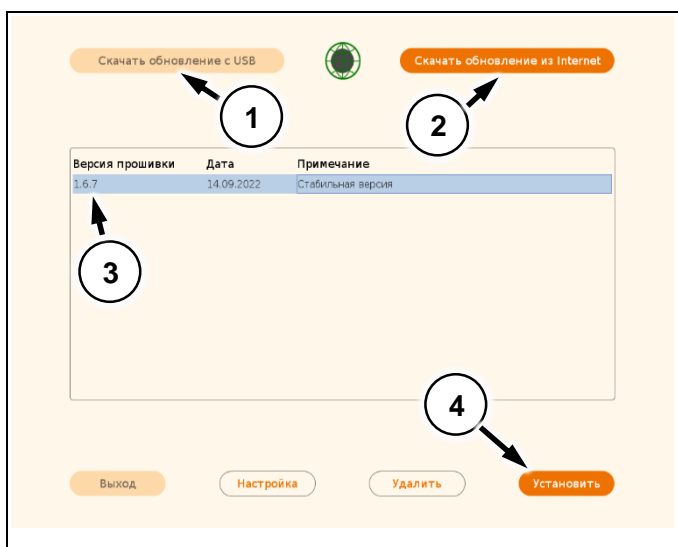

Рис. 16
1. Скачать обновления из internet (Поз. 2) (Рис. 16).
2. Загрузить новое ПО в корень флеш накопителя, вставить в порт USB, и нажать «**Скачать обновление с USB**» (Поз. 1) (Рис. 16).
2. Нажмите «**Скачать обновление из internet**» (Поз. 2) (Рис. 16).
3. Выберите обновление (Поз. 3) (Рис. 16).
4. Нажмите «**Установить**» (Поз. 4) (Рис. 16).
3. Нажмите «**Скачать обновление с USB**» (Поз. 1) (Рис. 16).
4. Выберите обновление (Поз. 3) (Рис. 16).
5. Нажмите «**Установить**» (Поз. 4) (Рис. 16).